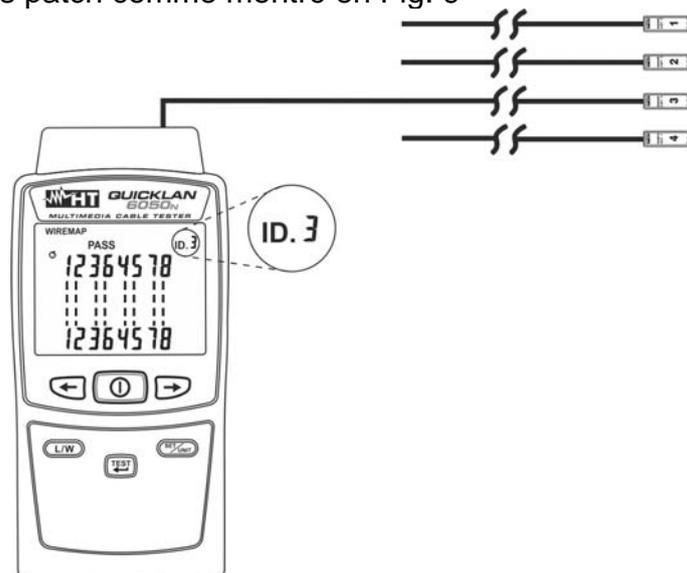

Fig. 9: Branchement de l'instrument à plusieurs unités à distance
4. Connecter l'extrémité de l'un des câbles en cours de test (ex : #3) aux connecteurs RJ45 d'entrée de l'instrument et à l'unité à distance correspondante (ex : #3) en utilisant les câbles patch comme montré en Fig. 9